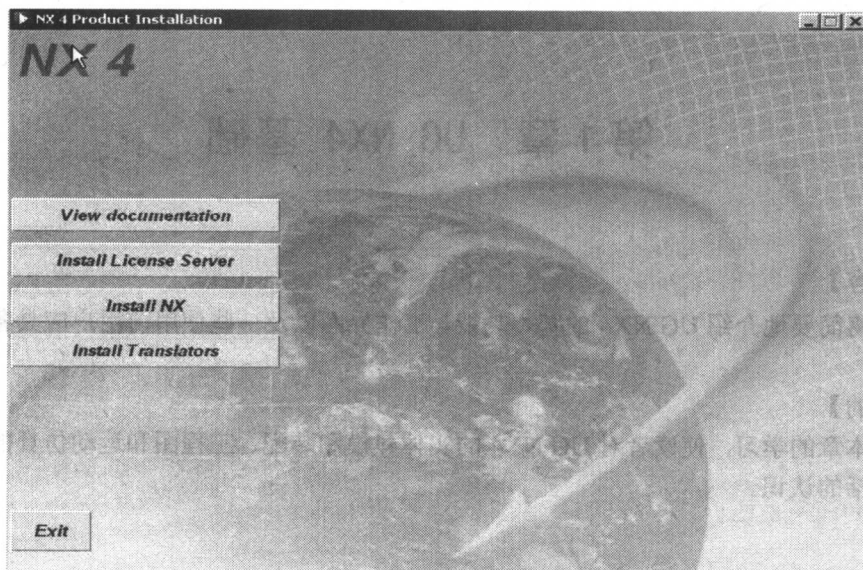

图 1-1 “安装”对话框
- （2）在“我的电脑”中查看光盘中的文件，打开“CDI”，双击其中的“Launch”文件，弹出“NX 4 Product Installaion（安装）”对话框，如图 1-1 所示。